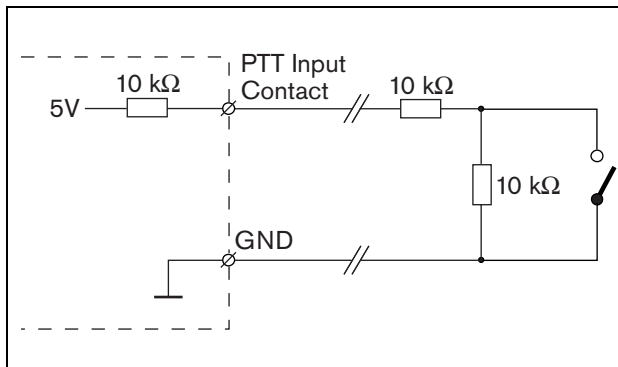

Abbildung 18.8: Sprechaste (PTT)
- Sprechaste. Siehe Abbildung 18.8 für ein Anschlussschaltbild. Die beiden Widerstände müssen in der Schaltung platziert werden, da die Kontakte immer von der Systemsoftware überwacht werden.